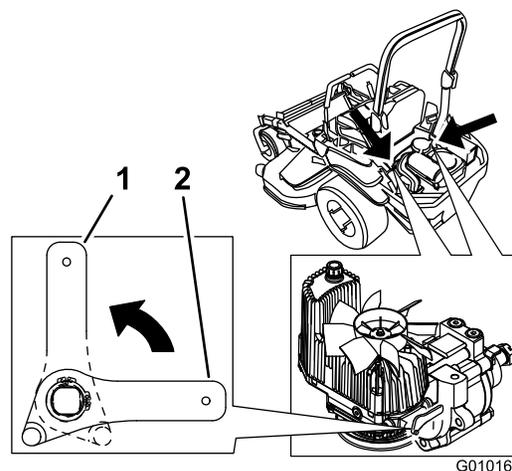

Figura 37
2. Rode as alavancas da válvula de libertação verticalmente para empurrar a máquina. Isto permite que o óleo hidráulico passe pela bomba, possibilitando a rotação das rodas (Figura 37).
4. Rode as alavancas da válvula de libertação horizontalmente para a máquina trabalhar (Figura 37).